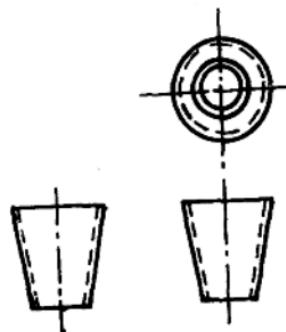

图 1-2 大小头的三视图
(2) 大小头的三视图 如图1-2所示，主视图和俯视图是一个内外表面光滑的圆锥台，而俯视图则是两个端面的投影为大小不同的同心圆。